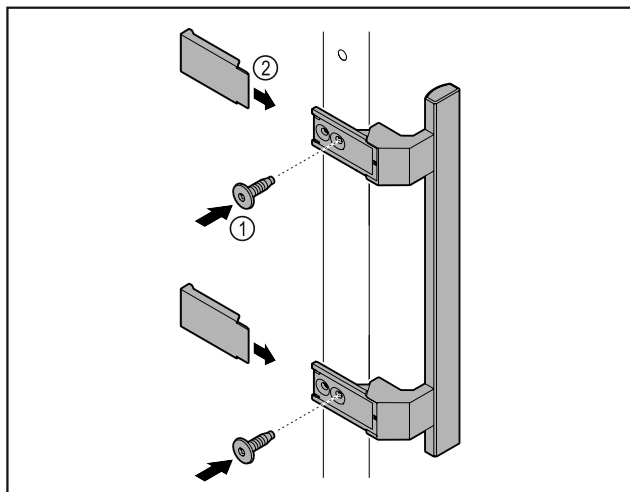

Fig. 9
- ▶ Upevnite držadlo z príslušenstva na dvere pomocou priložených skrutiek Fig. 9 (1).
- ▶ Nasadte kryt Fig. 9 (2).